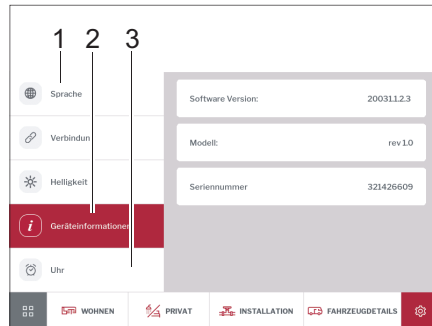

Bild 273 Sprache, Geräteinformationen, Uhrzeit
- Auf Schaltfläche *Sprache* (Bild 273,1) tippen und gewünschte Displaysprache einstellen.
- Auf Schaltfläche *Uhr* (Bild 273,3) tippen und Uhrzeit einstellen.
- Auf Schaltfläche *Geräteinformationen* (Bild 273,2) tippen. Es erscheinen Informationen zum Gerät (Software Version, Modell und Seriennummer).